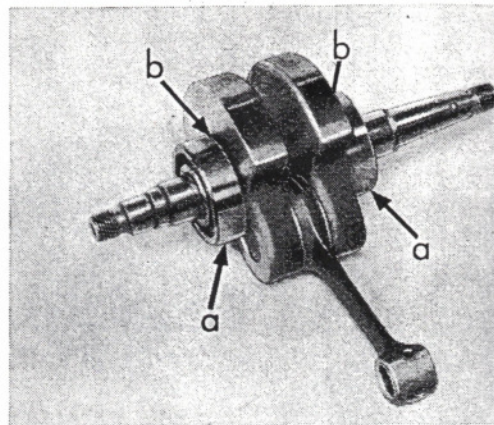

Abb. 41 Kurbelwelle zum Einbau vormontiert
1. Wenn die Rillenkugellager, wie Abb. 41 zeigt, auf der Kurbelwelle vormontiert sind.